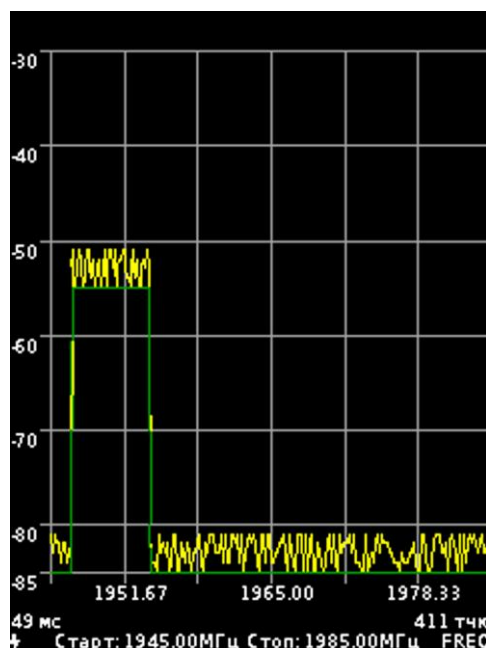

Рисунок 8.5.3 – Измерения в дополнительном режиме «Трасса Минимум»
8.5.2.2. В дополнительном режиме «Трасса» при выборе типа измерений «Минимум», происходит отображение минимальных значений сигнала на экране и построение трассы зелёного цвета по точкам минимальных значений (Рисунок 8.5.3).